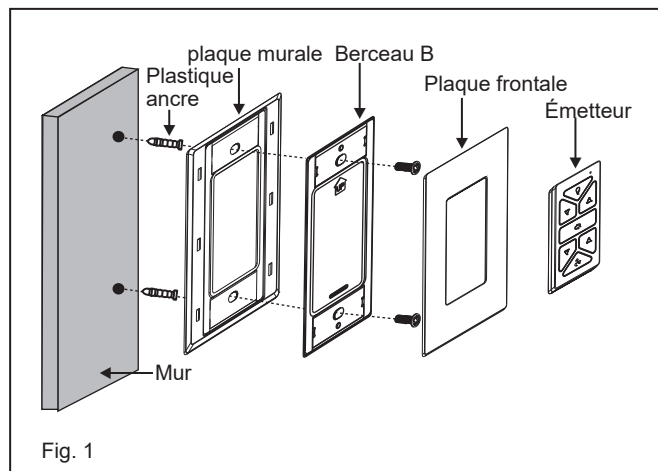

Fig. 1
- 2 Soulevez l'ensemble LED Soulevez l'ensemble LED contre le ventilateur et tournez dans le sens des aiguilles d'une montre jusqu'à ce qu'il soit bien serré, NE SERREZ PAS TROP. (Fig.1)
- 1 Sélectionnez un emplacement souhaité. Utilisez la plaque murale pour marquer l'emplacement des trous de montage. Des chevilles murales en plastique ou des vis de montage sont nécessaires pour cette application. (Fig. 1)